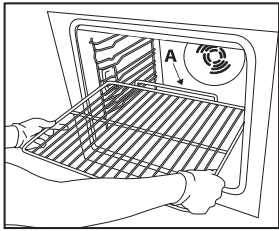

Fig. 1
1. Insérer la grille horizontalement, avec la partie rehaussée « A » orientée vers le haut (fig. 1).